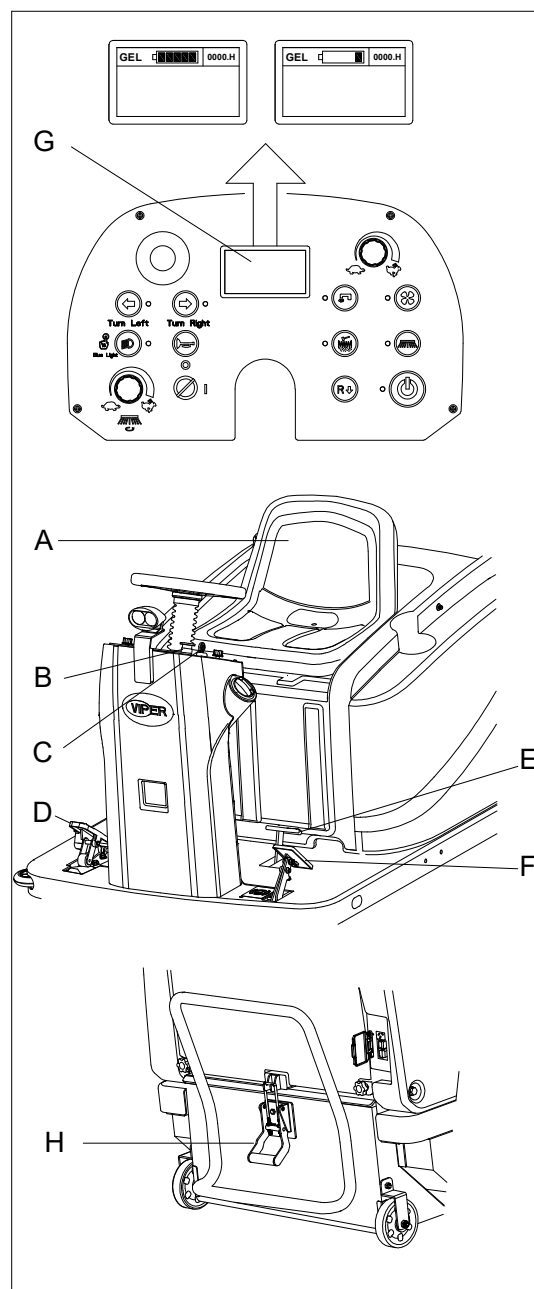

Figura 9
2. Sente-se no assento (A, Figura 9), insira a chave de ignição (C, Figura 9) e inicie a máquina. (Veja o procedimento no parágrafo seguinte)
3. Verifique o nível da bateria. Se o ícone da bateria no LCD (G, Figura 9) possuir 5 barras, as baterias estão totalmente carregadas para o uso. Se for de 1 barra ou menos, as baterias devem ser carregadas antes da operação. (Consulte o capítulo de manutenção para o carregamento da bateria)
4. Verifique o travão de estacionamento (F, Figura 9). O travão deve manter a sua configuração (bloqueado) firmemente sem poder ser desengatado facilmente (comunique imediatamente ao Centro de Assistência da Nilfisk qualquer defeito).
5. Verifique o funcionamento do pedal da aba (E, Figura 9) quanto ao funcionamento adequado.
6. Pressione o pedal de aceleração (D, Figura 9) e, em seguida, solte-o devagar para verificar se a máquina pode ser conduzida para a frente e para trás.
7. Para assegurar a segurança, confirme se a máquina pode ser parada imediatamente ao pressionar o botão de paragem de emergência (B, Figura 9). Rode o botão de paragem de emergência para reiniciar.
9. Certifique-se de que o depósito de resíduos (H, Figura 9) está devidamente fechado.